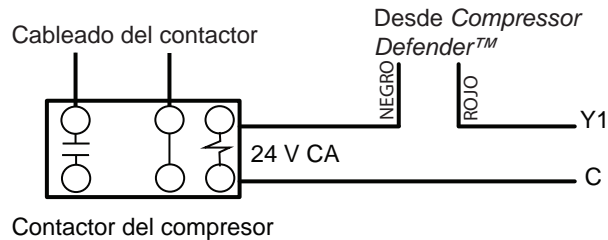

Figura 4. Cableado del contactor de 24 V CA.
5. Conecte el cable de termostato proporcionado de 24 V CA. Empalme los cables de control del termostato del *Compresor Defender™* en el cable terminal Y1 del termostato, como se muestra en la Figura 4.